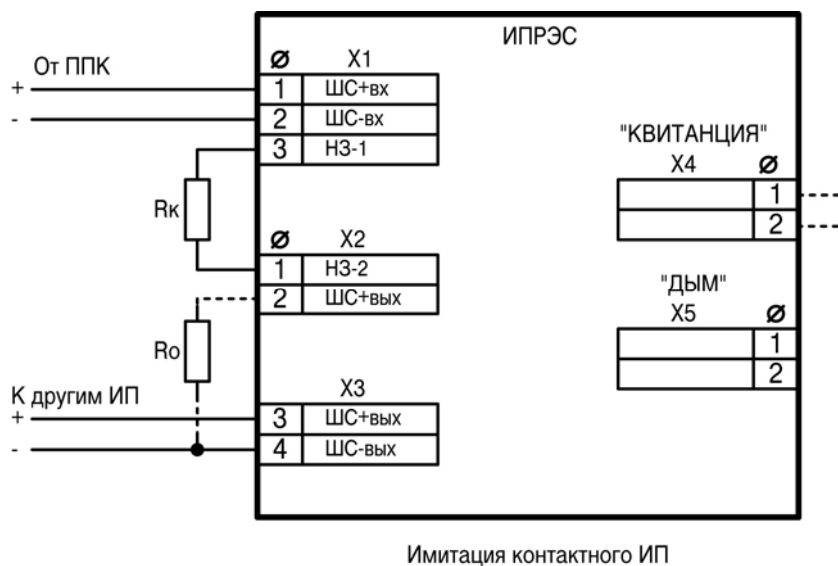

Рисунок 6.2
6.3.2. Схема подключения извещателя в варианте 1 приведена на рис.6.2.